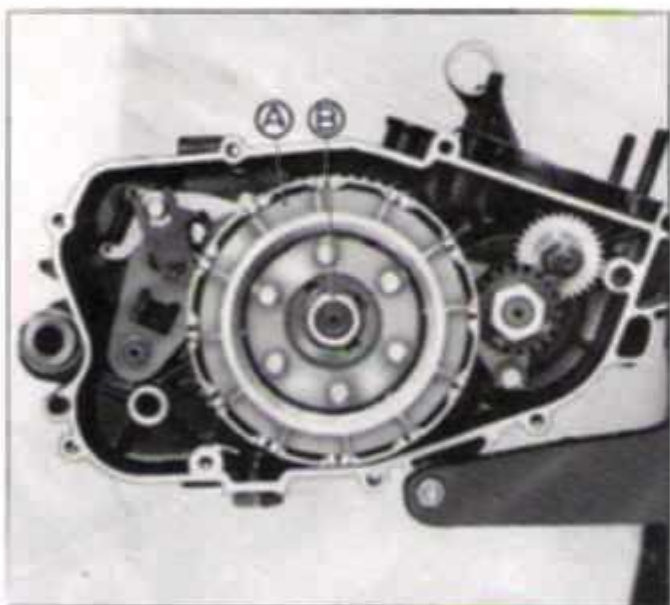

FIG. M48 - A. CONJUNTO COMPLETO DA EMBREAGEM
7. Posicionar a arruela trava e apertar a porca de fixação do conjunto completo da embreagem ao eixo primário. Travá-la dobrando a arruela trava. Figura M48.